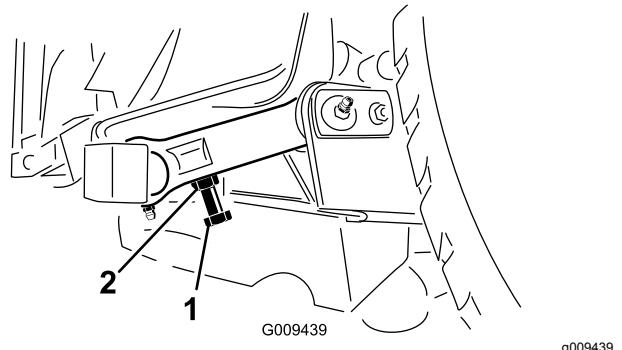

Figure 27
- Pour ajuster la distance, localisez le boulon de réglage sur la biellette de pivot arrière du plateau de coupe (Figure 27).